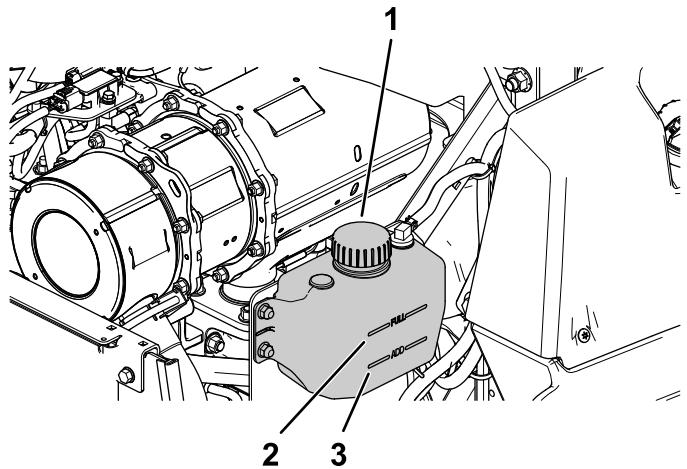

Figura 52
4. Compruebe el nivel de refrigerante en el depósito de expansión (Figura 52).
5. Si el nivel de refrigerante es bajo, retire el tapón del depósito de expansión y añada el refrigerante especificado (Figura 52).